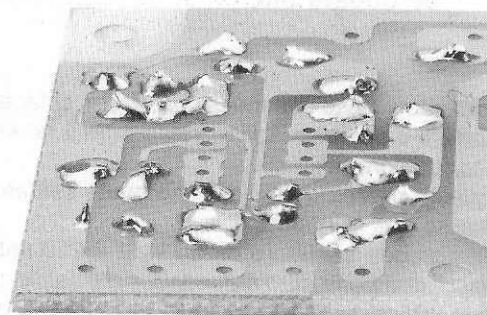

Fig.2 Utilizzando stagno 60/40 per, saldatori a temperatura controllata e seguendo i consigli riportati in questo articolo, otterrete sempre saldature perfette.
- Una saldatura perfetta si riconosce subito, perchè lo strato di stagno depositato risulta **lucido** e di colore argento (vedi fig.2).